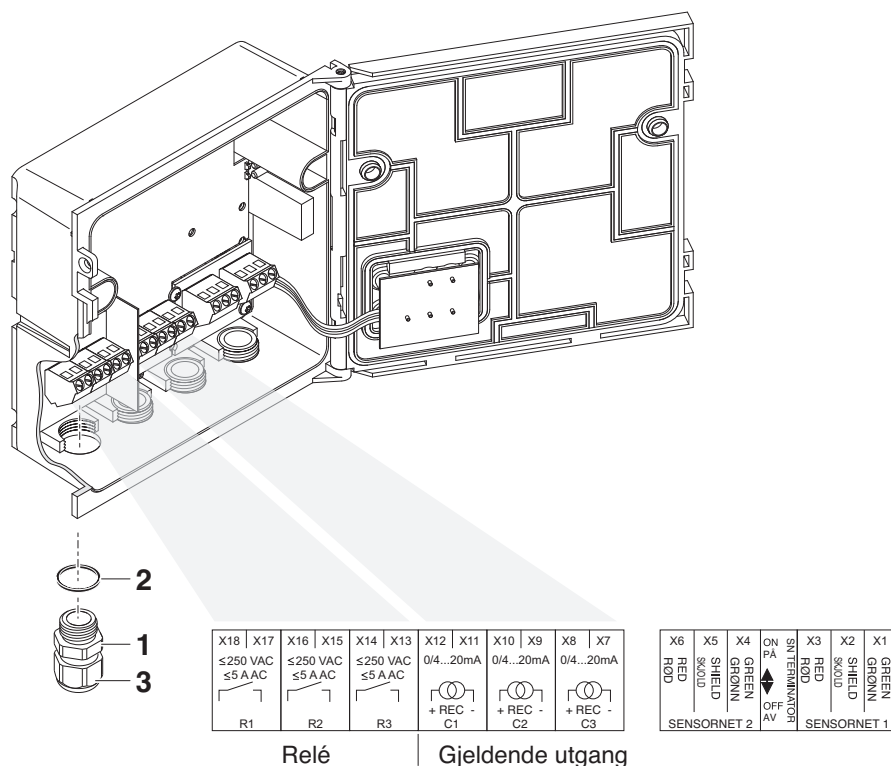

Fig. 3-1 Klemmeklemme med relé og strømforbindelser
| 2 | Skru kabelgjennomføringen (pos. 1 i Fig. 3-1) med tetningsringen (pos. 2) inn i modulhuset.  |
| 3 | Løsne koblingsringen (pos. 3 i Fig. 3-1).  |
| 6 | Stram koblingsringen (pos. 3 i Fig. 3-1).  |